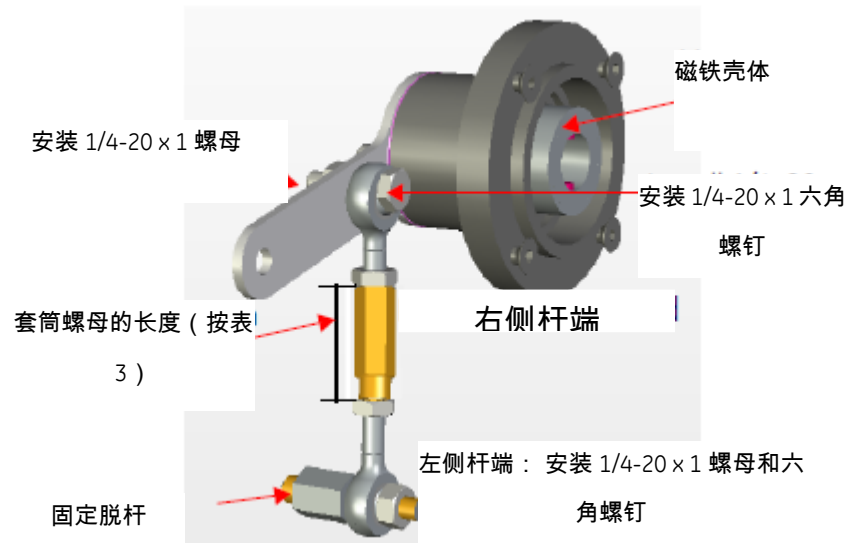

图 14 安装 SVi1000 可拆离连接杆杆
4. 把固定脱杆拧入执行机构阀杆连接头上 (图 14) 。
- 用图上所示的 1/4 - 20 × 1"六角螺钉和螺母把右手侧的螺纹杆端固定到反馈杆上 (图 14) 。
- 将套筒螺母拧到左侧螺纹杆端上 (图 14) 。
- 调节套筒螺母双向螺丝扣，直至反馈杆孔对准支架上的对准孔。拧紧套筒螺母两边的锁紧螺母 (图 14) 。